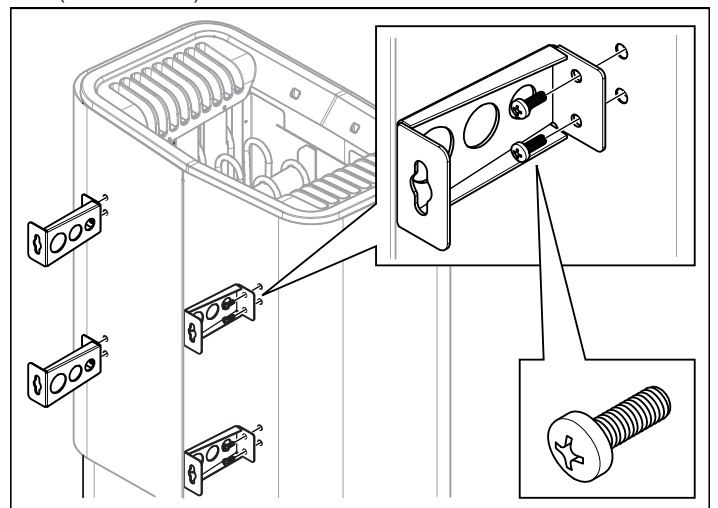

Abbildung 11: Montage der Halterungen an der Heizung
6. Lösen Sie die ersten beiden Schrauben auf der Rückseite der Heizung und schrauben sie eine der vier Halterungen daran fest. Wiederholen Sie den Vorgang, bis alle Halterungen montiert sind (siehe Abb. 11).